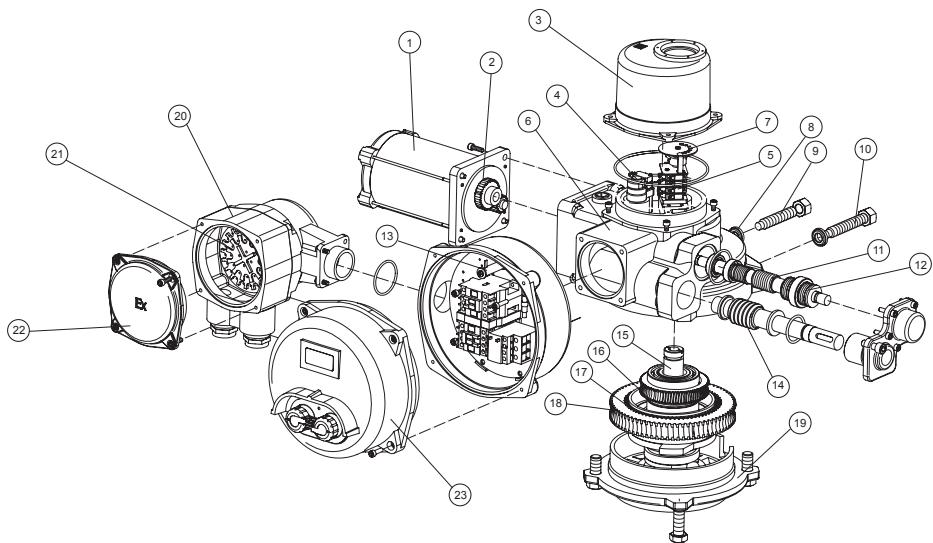
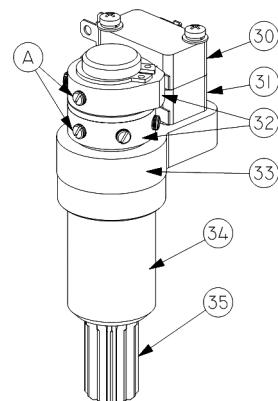
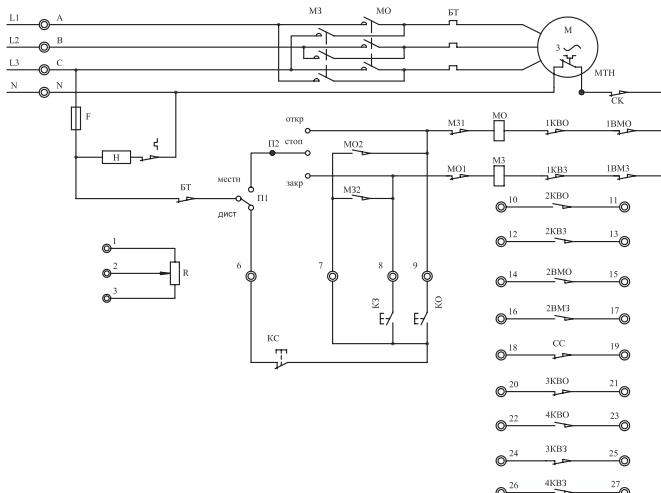

Рис.1 Электропривод ГЗ-ОВБ КС
Рис.3 Двухсторонняя муфта ограничения крутящего момента
Рис.4 Принципиальная электрическая схема подключения электропривода ГЗ-ОФВ КС
Электропривод состоит из следующих узлов и деталей (рис.1): электродвигателя (1), взрывозащищенной клеммной коробки (20-22), силового редуктора, в состав которого входит: червячный редуктор (11,16), червячный редуктор маховика ручного дублера (14,18) и автоматическая муфта сцепления с планетарной передачей (17), двухсторонней муфты ограничения крутящего момента (моментной муфты) (4), ограничителя хода выходного вала (5), индикатора положения затвора арматуры (7), выходного вала (15), механических упоров открытия и закрытия (9,10) и корпусных деталей.
При достижении предварительно установленной величины крутящего момента в положении ЗАКРЫТО или ОТКРЫТО, либо в случае аварийного заклинивания штока затвора арматуры в промежуточном положении, выходной вал (15) (рис.1) с червячным колесом (16) останавливается, а червячный вал (11), ввинчиваясь в венец червячного колеса (16), вследствие продолжающегося вращения ротора электродвигателя, начинает перемещаться в осевом направлении, сжимая тарельчатые пружины (12). Величина сжатия тарельчатых пружин определена настроенным крутящим моментом моментной муфты. Поступательное движение червячного вала (11) приводит к вращению вала моментной муфты (34) (рис.3). Кулачки (32), расположенные на валу моментной муфты, нажимают кнопки муфтовых микровыключателей (30, 31), размыкая цепь управления питанием электродвигателя электропривода.
Механические упоры (9,10) (рис. 1) применяются для первоначальной настройки конечных положений затвора арматуры ОТКРЫТО и ЗАКРЫТО при ручном управлении. Они также являются аварийной защитой, в случае отказа конечных и муфтовых микровыключателей, электродвигатель отключится блоком тепловой защиты БТ (рис. 4).
3. ЭЛЕКТРИЧЕСКАЯ СХЕМА УПРАВЛЕНИЯ (рис.4)
Для управления электроприводом ГЗ-ОФВ КС применяется электрическая схема, приведенная на рис.4. При достижении затвором арматуры конечных положений ОТКРЫТО или ЗАКРЫТО, срабатывают концевые микровыключатели 1KBO или 1KB3, отключая питание электродвигателя. При превышении установленного крутящего момента при открытии или закрытии затвора арматуры, срабатывают муфтовые микровыключатели 1BMO и 1BM3, отключая питание электродвигателя. Муфтовые микровыключатели 1BMO и 1BM3 после срабатывания возвращаются в первоначальное положение при вращении вала в обратную сторону.